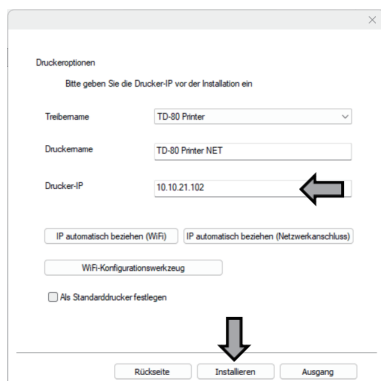
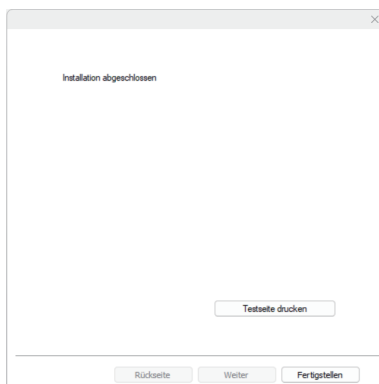

Fig.13
Fig.14
⑦ Wählen Sie in der Schnittstelle Network Installation die Option „IP automatisch beziehen (Netzwerkanschluss)“ aus. Nachdem die IP-Adresse erfolgreich bezogen wurde, klicken Sie auf „Installieren“, um fortzufahren (siehe Abbildung 13), und warten Sie, bis die Treiberinstallation abgeschlossen ist (siehe Abbildung 14).